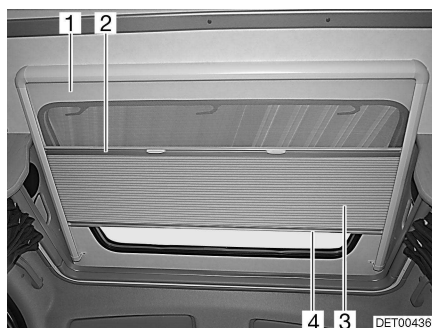

Fig. 30 Tragaluz
El estor plegable (Fig. 30,3) está unido fijamente con la protección contra insectos (Fig. 30,1).
- Coger el estor plegable por el centro de la tablilla final (Fig. 30,4) y tirar con cuidado hacia abajo.
- Regresar el estor plegable lentamente a su posición por la tablilla final (Fig. 30,4).
- Detener el centro de la tablilla final (Fig. 30,2) de la protección contra insectos y tirar con cuidado completamente hacia abajo.
- Regresar la protección contra insectos lentamente a su posición por la tablilla final del estor plegable (Fig. 30,4).